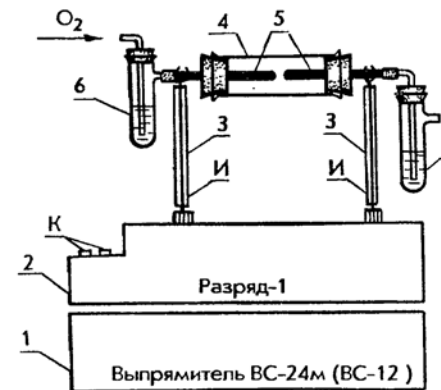

Рис. 5. Получение озона
**Оборудование:** выпрямитель ВС-24М или ВС-12 (рис. 5, 1), преобразователь высоковольтный типа «Разряд-1», «Разряд-2» или более новой модификации (2), две металлические стойки (3), самодельный озонатор (4), состоящий из стеклянной трубки длиной 60—80 мм, диаметром 18—20 мм, двух металлических трубок — искроразрядников диаметром 2—3 мм, длиной 40—60 мм или двух инъекционных игл (5), промывалки — 2 шт. (6, 7), газометр с кислородом.